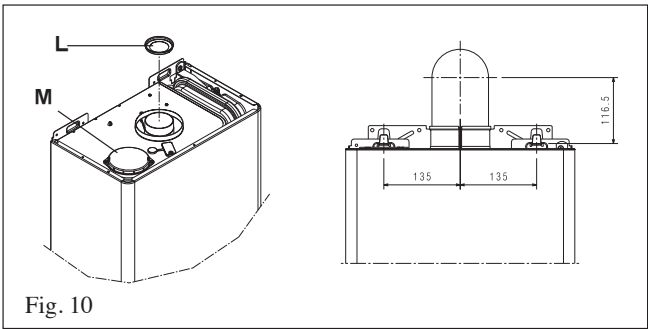
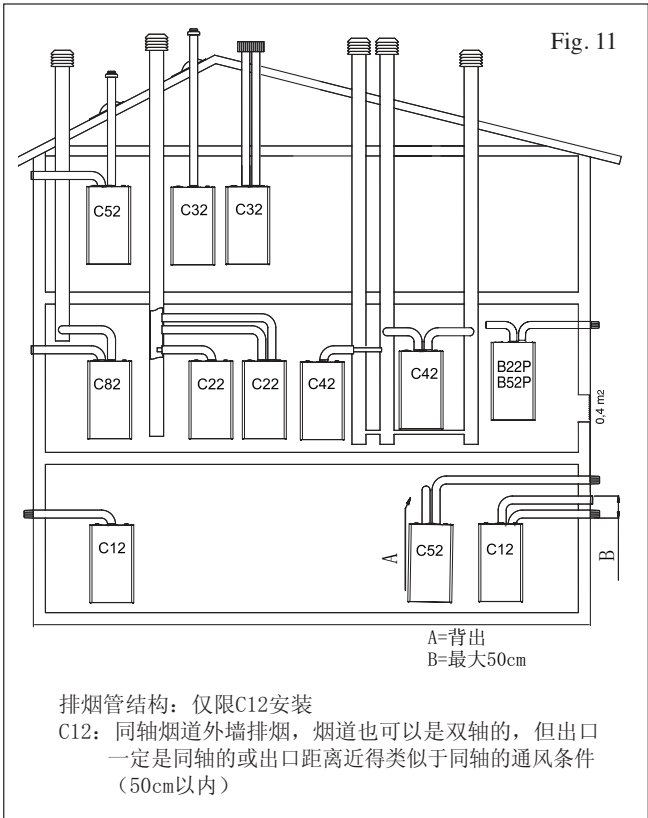

Fig. 10
Fig. 11
6. 锅炉的进气与排烟 (Fig.10-Fig.11)
同轴烟道 (Φ60-100) (Fig.10)